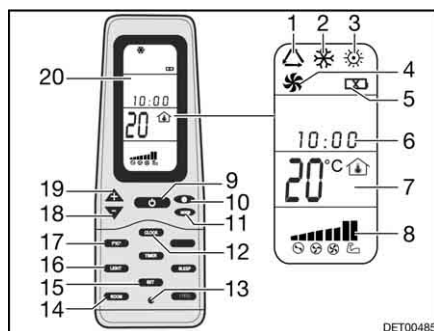

Fig. 120 Télécommande
- Appuyer sur la touche ON/OFF (Fig. 120,9).
- Appuyer sur la touche "Mode" (Fig. 120,11) autant de fois que nécessaire pour que le mode de fonctionnement souhaité (Fig. 120,1, 2, 3 ou 4) s'affiche à l'écran (Fig. 120,20).
- Régler la température désirée à l'aide des touches "+" (Fig. 120,19) et "-" (Fig. 120,18).
- Sélectionner le niveau de ventilation souhaité à l'aide de la touche de vitesse du ventilateur (Fig. 120,10).